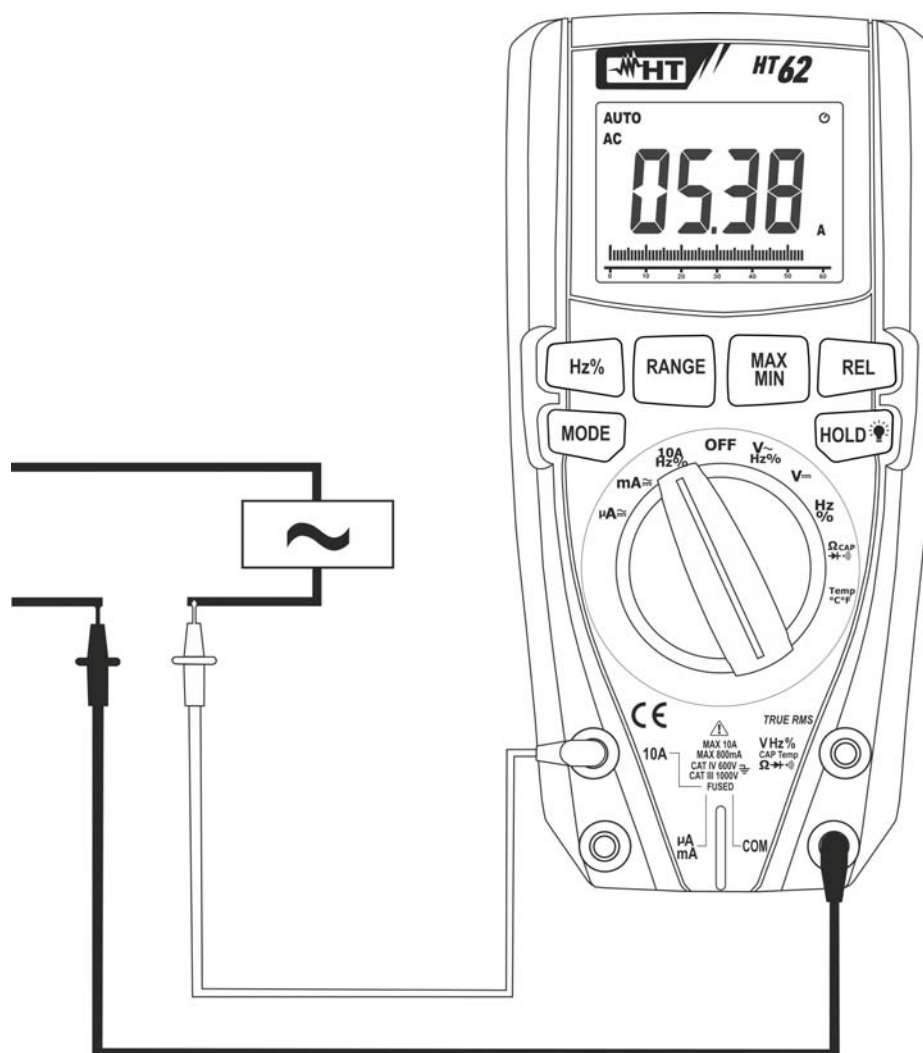

Fig. 10: Uso dello strumento per misura di Corrente AC
5. Collegare il puntale rosso ed il puntale nero in serie al circuito di cui si vuole misurare la corrente rispettando la polarità ed il verso della corrente (vedere Fig. 10)